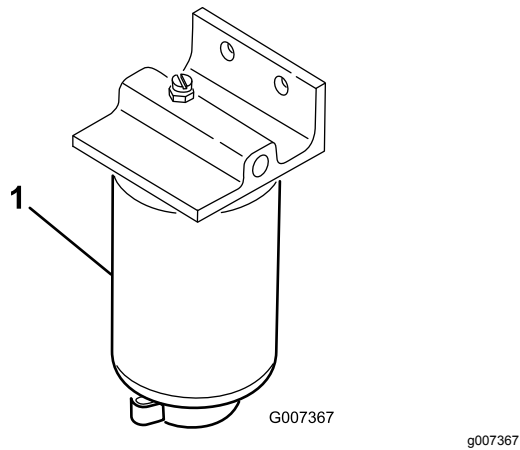

图41
- 2. 清洁滤清器过滤筒的安装区域图41。
- 4. 打开滤清器排油塞和通气阀图41。